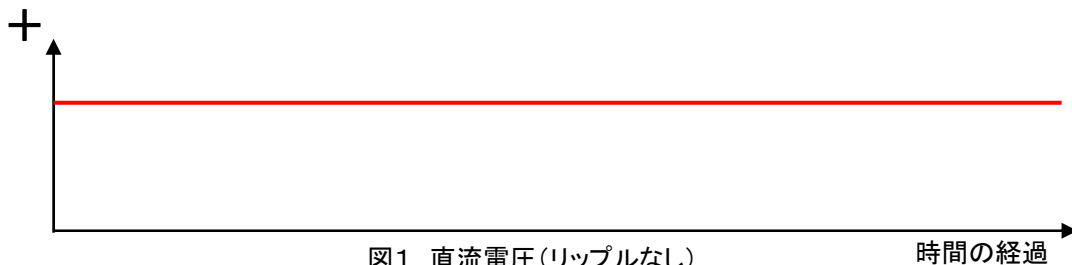

図1 直流電圧(リップルなし)
- ・図1は、“理想的な”直流電圧の様子で、脈流の成分がありません。